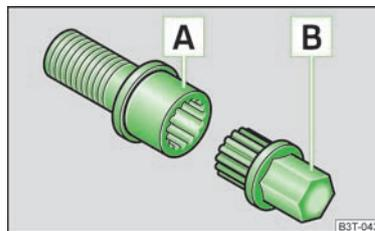

Fig. 179
- Spingere a fondo il lato dentato dell'adattatore [B] nella dentatura interna del bullone [A] in modo tale che da quest'ultimo sporga soltanto l'esagono esterno » fig. 179.